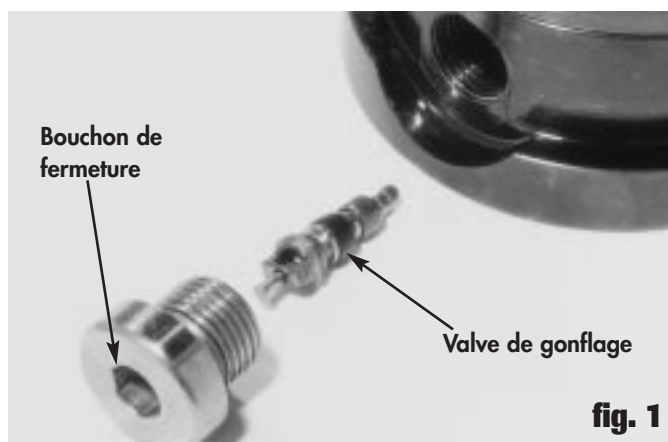

fig. 1
1. Dévisser le bouchon de fermeture à la base du ressort lentement. Il est possible qu'il reste encore un peu de pression derrière celui-ci. (Fig. 1)
2. Décharger complètement l'azote du ressort en appuyant sur la valve. Ensuite, il est préférable, pour le démontage de la valve de retourner le ressort afin d'éviter l'écoulement de l'huile de lubrification. (Fig. 1)